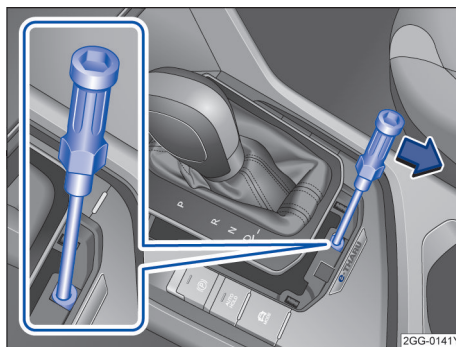

图 94 换挡杆锁应急解锁
- 用螺丝刀工具沿箭头方向按压解锁拨杆→ 图 94 并使其保持在该位置；